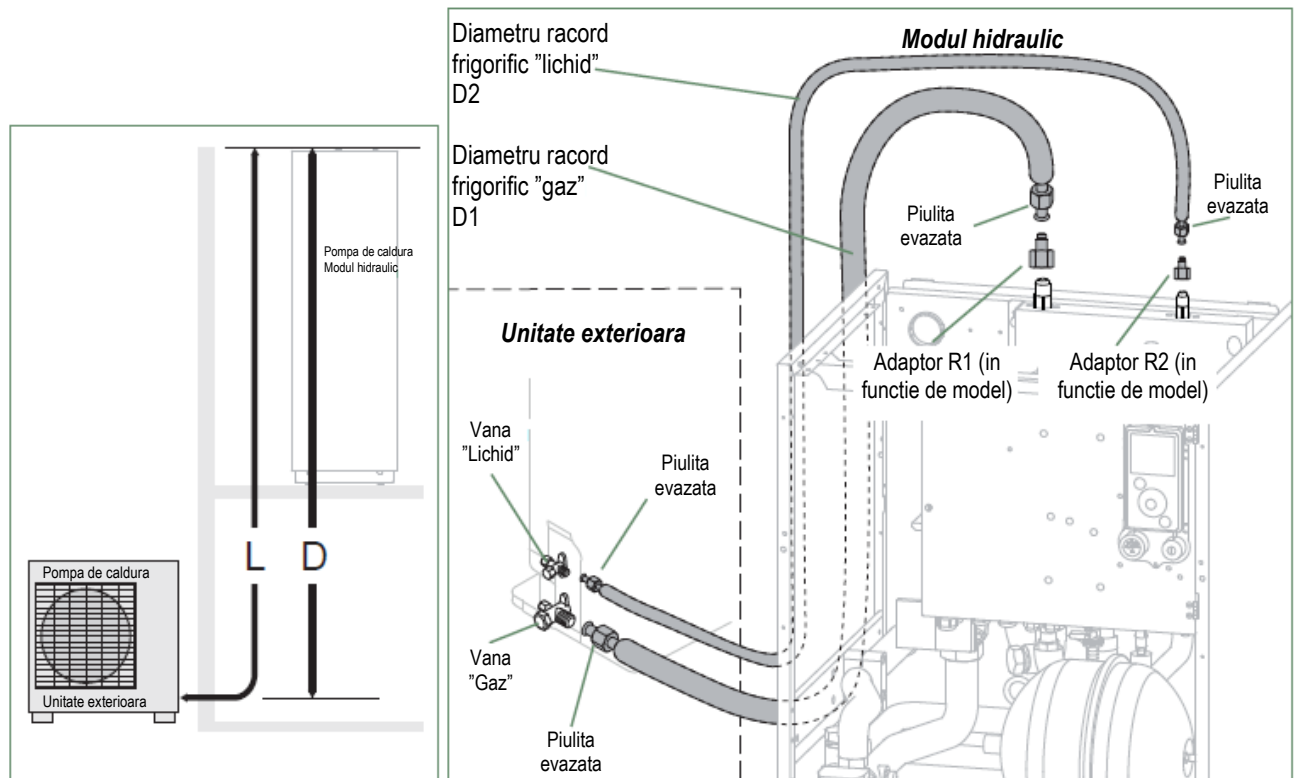

fig. 32 - Racorduri frigorific (diametre si lungimi autorizate)
- Daca este necesar, conectati un adaptor (reductor) 1/4"- 3/8" sau 1/2"- 5/8" (fig. 32).